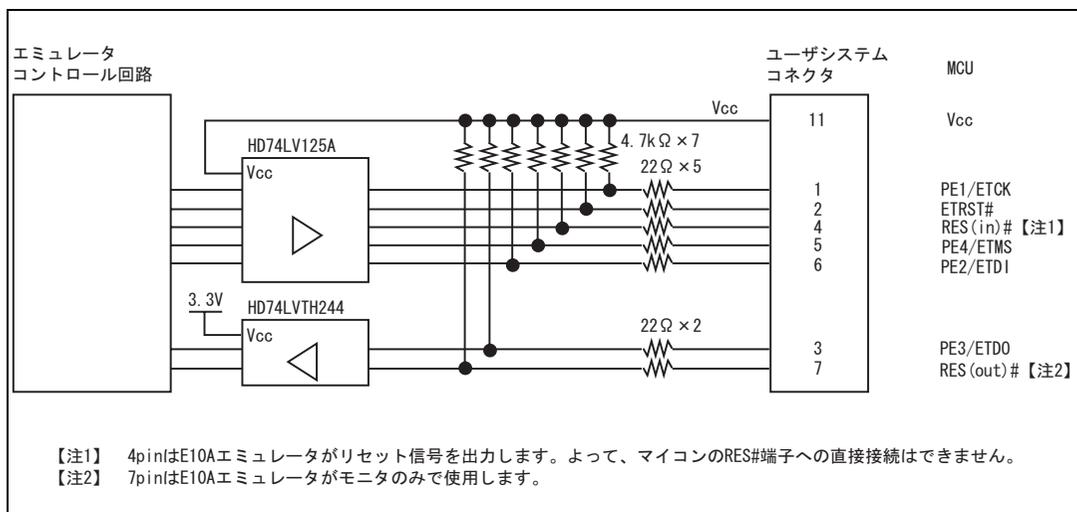

図 1.9 エミュレータ内インタフェース回路 (参考)
8. 図 1.9 にエミュレータ内インタフェース回路を示します。プルアップ抵抗の値などを決定するときに参考にしてください。